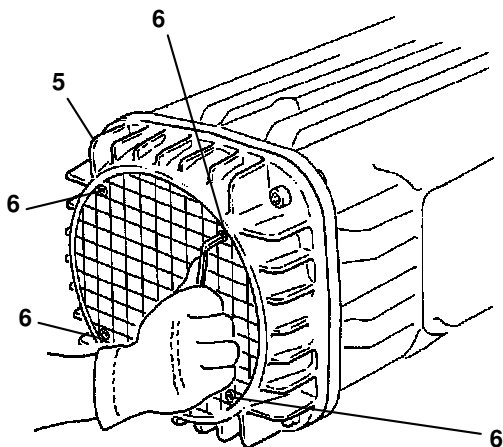

Abb. 147
3. Begeben Sie sich in Arbeitshöhe und entfernen Sie das Schutzgitter -4-, das sich am Bremsdeckel des E-Zugs -5- befindet, indem Sie die vier Schrauben -6- (Abb. 147) vollständig abnehmen.